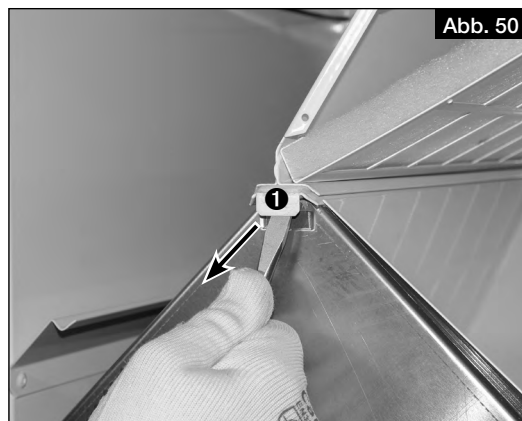

Abb. 50
3. Klemmleiste ❶ oben am Wärmetauscher herausziehen (s. Abb. 50).